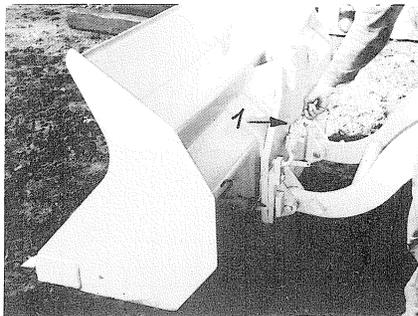

Bild 13
- (3) Spannhebel von der Verriegelungsanlage nach links umlegen (Bild 13/1).
Richtige Einhängung und Verriegelung der Schaufel kontrollieren (Bild 13/2).